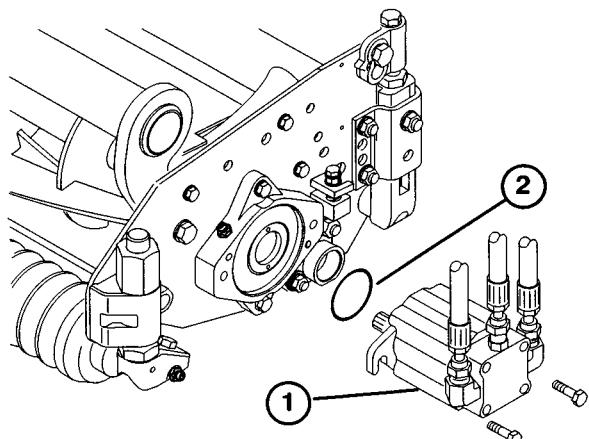

図10
14. ステアリングロックピンの下にスプリングを掛けて終了(図10)。